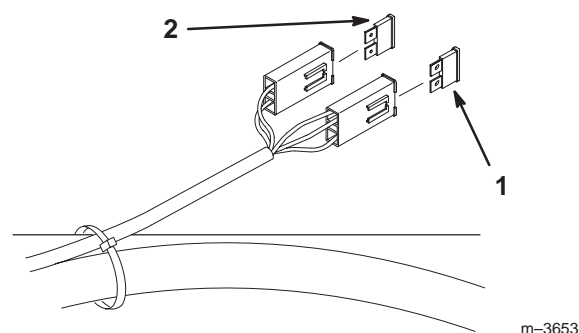

Figure 55
1. Soulevez le siège pour accéder au porte-fusibles (Fig. 55).
2. Pour remplacer un fusible, tirez dessus pour l'enlever (Fig. 55).